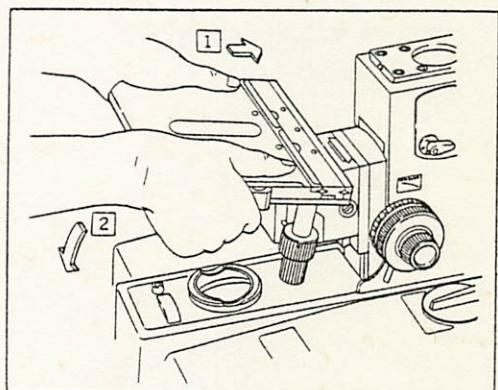

図 7
- 4) ステージの丸アリの切欠き溝とサブステージのピンを一致させ、ステージを図7-①のように傾けます。次に図7-②のように心出し用スプリング部をステージ丸アリで押し付けながら、傾きを直して取り付けます。